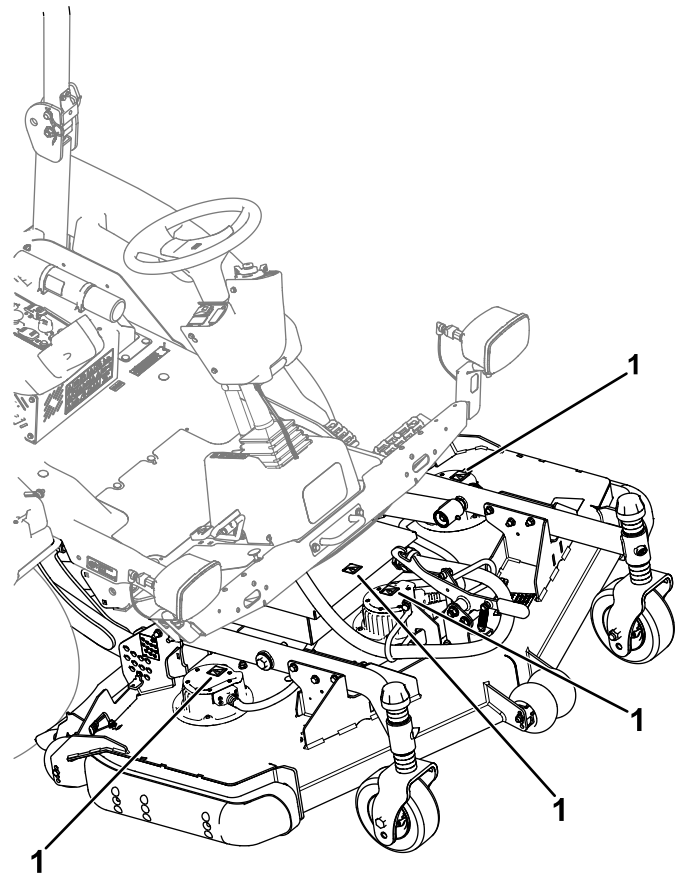

Figura 39
- Motores de las unidades de corte (Figura 39)
- Cubierta del controlador de la unidad de corte (Figura 39)